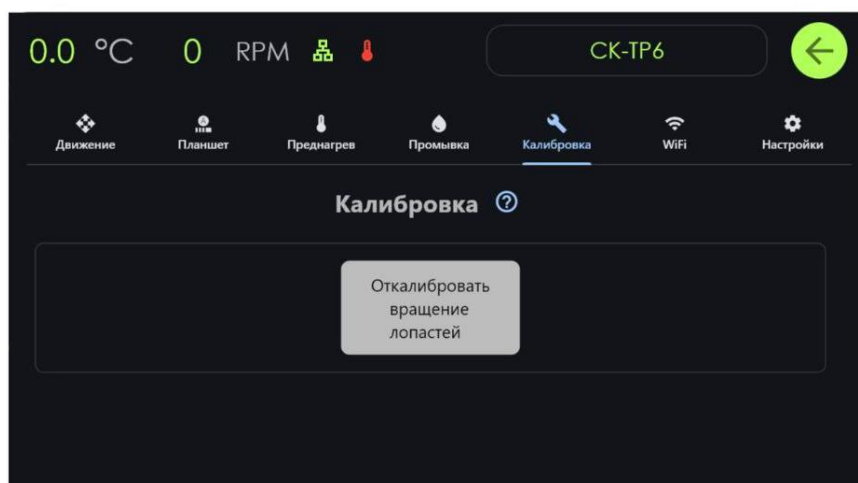

Рисунок 42 – Сервис. Блокировка калибровки
- калибровка (рисунок 42)
- калибровка (см. стр. 25, рисунок 42)